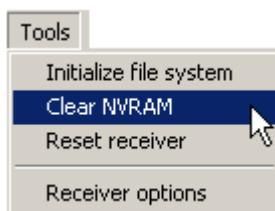

Рисунок 4-11. Очистка ОЗУ с помощью PC-CDU
2. Выберите пункт меню **Tools > Clear NVRAM (Инструменты > Очистить энергонезависимое ОЗУ)**, см. рис. 4-11. Светодиод REC будет вспыхивать зеленым и красным цветом; светодиод STAT - красным.